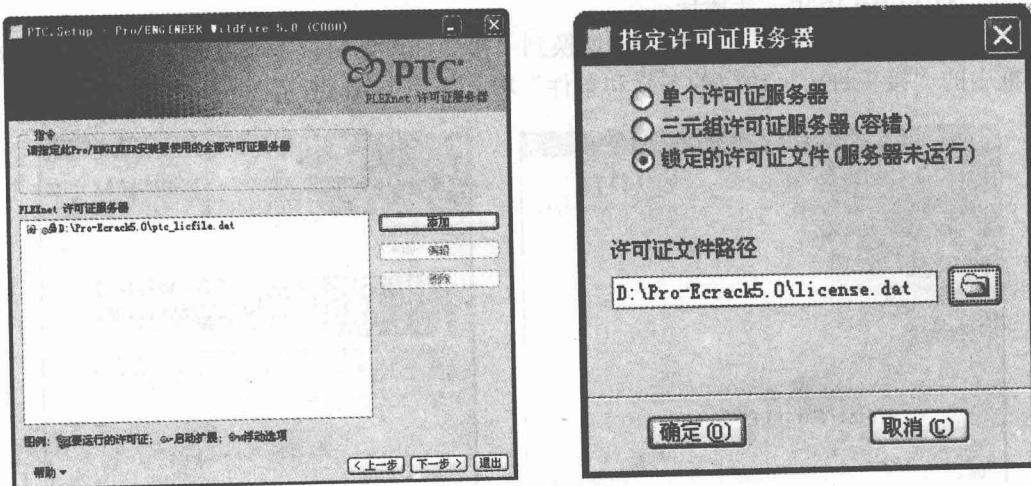

图 1-5 安装界面(三)
(6) 其他选项参照程序默认设置，单击【下一步】按钮，对话框自动切换到“FLEXnet 许可证服务器”界面，如图 1-5(a)所示，单击【添加】按钮，弹出【指定许可证服务器】对话框，单击选择对话框中的“锁定的许可证文件”项，程序提示选取许可证文件路径，单击【确定】按钮选定许可证文件位置，如图 1-5(b)所示。